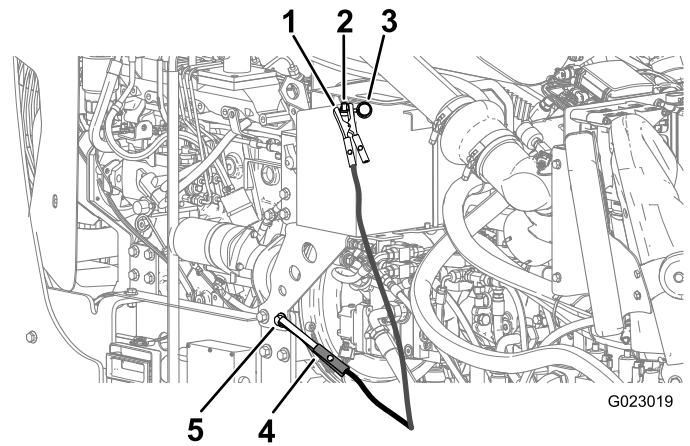

Figura 130
6. Retire la tapa del borne de la batería (Figura 130).
7. Conecte el cable puente positivo (+) al borne de la batería (Figura 130).
8. Conecte el cable puente negativo (-) a una conexión de tierra, por ejemplo un perno o un travesaño del bastidor sin pintar (Figura 130).
10. Cuando el motor arranque, la otra persona debe desconectar el cable puente negativo (-) del bastidor, y luego desconectar el cable puente positivo (+) (Figura 130).